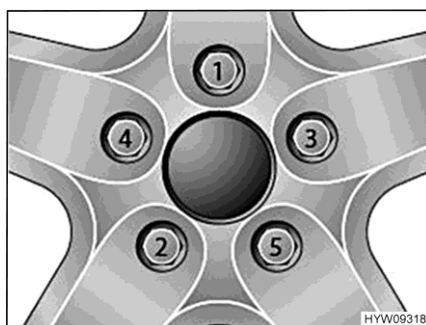

Fig. 150 Apretar las tuercas o los tornillos de las ruedas en forma de cruz
- Apretar las tuercas de rueda o los tornillos de rueda en el orden indicado en Fig. 150. Para ello, usar una llave dinamométrica y cumplir con el par de apriete especificado (véase apartado 13.7.2).
- Comprobar periódicamente que las tuercas o tornillos de las ruedas estén firmemente apretados. Volver a apretar las tuercas de rueda o los tornillos de rueda de una rueda cambiada después de 50 km. En esto, proceder en el orden indicado en Fig. 150.
- Al utilizar llantas nuevas o recién pintadas, reajustar además las tuercas o tornillos después de 1 000 a 5 000 km aprox. En esto, proceder en el orden indicado en Fig. 150.
- ▷ Apretar en forma de cruz las tuercas o los tornillos de las ruedas (Fig. 150).